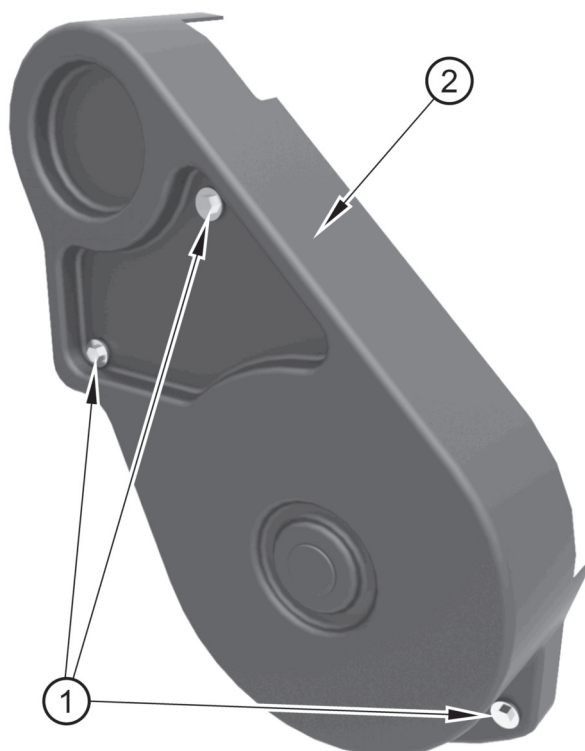

Figura 14
1. Suelte los tornillos (figura 14, elemento 1) y retire la defensa (elemento 2).